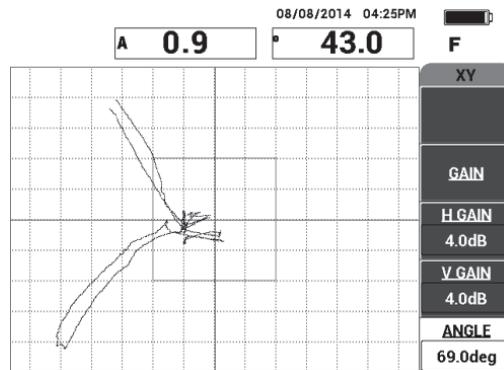

Figura 6-8 Ajuste del ángulo de señal de la pérdida de adherencia
- En el menú **MAIN**, seleccione el parámetro **ANGLE** (tecla de función E); después, ajuste el ángulo de señal para que la pérdida de adherencia de campo lejano se ubique en la parte inferior y la pérdida de adherencia de campo cercano se ubique en la parte superior. Ver la Figura 6-8 en la página 142.